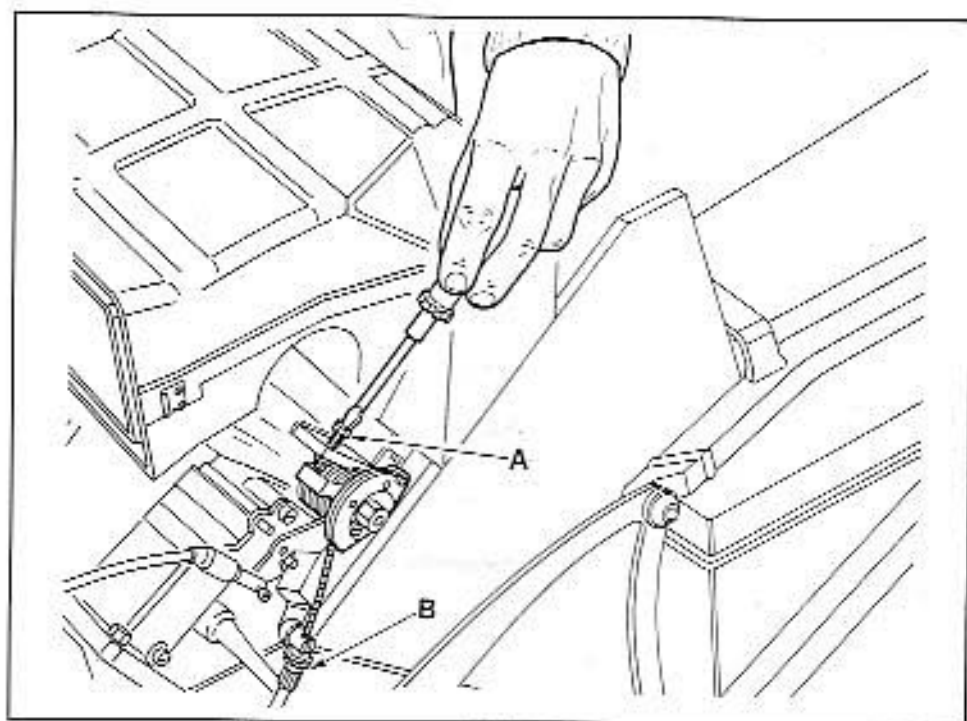

Fig.1
- D** Falls die Leerlaufdrehzahl verändert werden muß kann man auf die Gasdrossel der elektronischen Einspritzung einwirken. Dazu verstellt man die Stellschraube (Abb. 1). Durch Verstellen der entsprechenden Regler (A-B) kann auch das Spiel der Beschleuniger- und Starterkabel verändert werden.